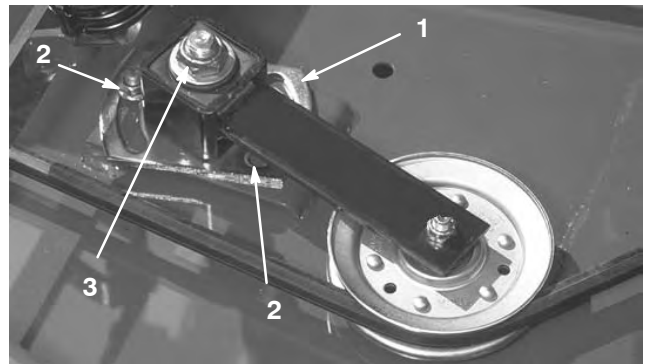

Figure 33
3. Desserrez les 2 écrous de fixation de la plaque du bras de tension. À l'aide d'une douille et d'une clé dynamométrique, tournez l'écrou de réglage du bras de tension à 24 à 41 Nm (Fig. 33).